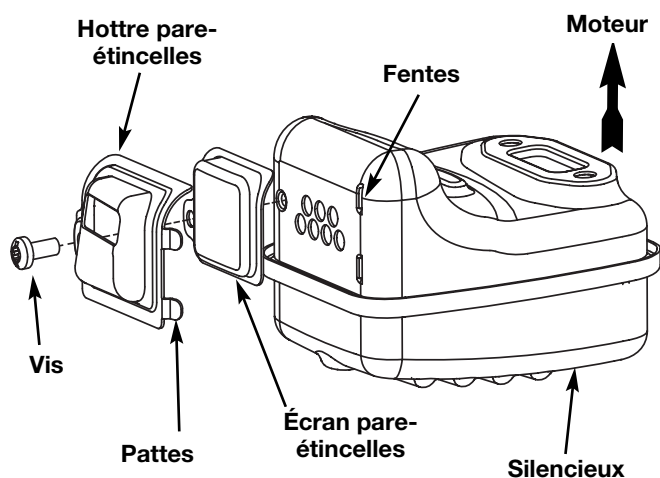

Fig. 16
2. Situez le pot d'échappement sans le retirer. Trouvez le vis sur la partie inférieure du pot d'échappement (Fig. 16.) Retirez le vis en vous servant soit d'un tournevis torx #20 ou d'un tournevis plat.